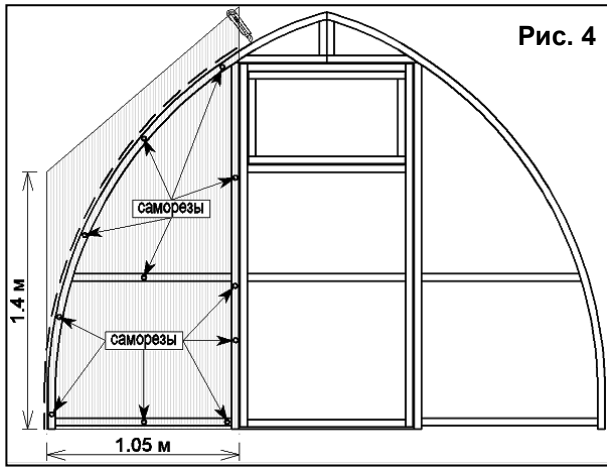

Рис. 4
4. Положите поликарбонат в виде трапеции на левую часть торца, как показано на рис. 4, выровняйте со всех сторон и закрепите саморезами, согласно просверленным отверстиям. Обрежьте поликарбонат ровно по дуге.